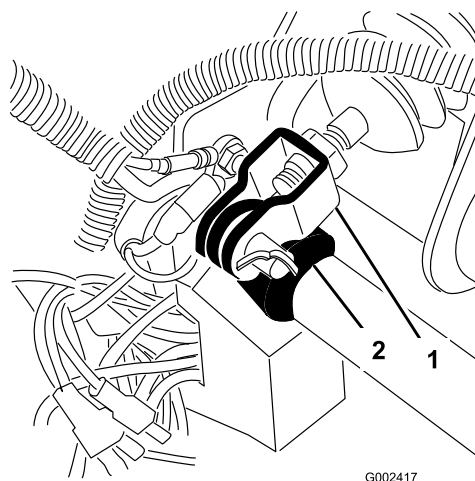

Figura 64
1. Retire el pasador de horquilla y la chaveta que fijan la horquilla del cilindro maestro al pivote del pedal de freno (Figura 64).
3. Afloje las contratuercas que fijan la horquilla al eje del cilindro maestro (Figura 64).